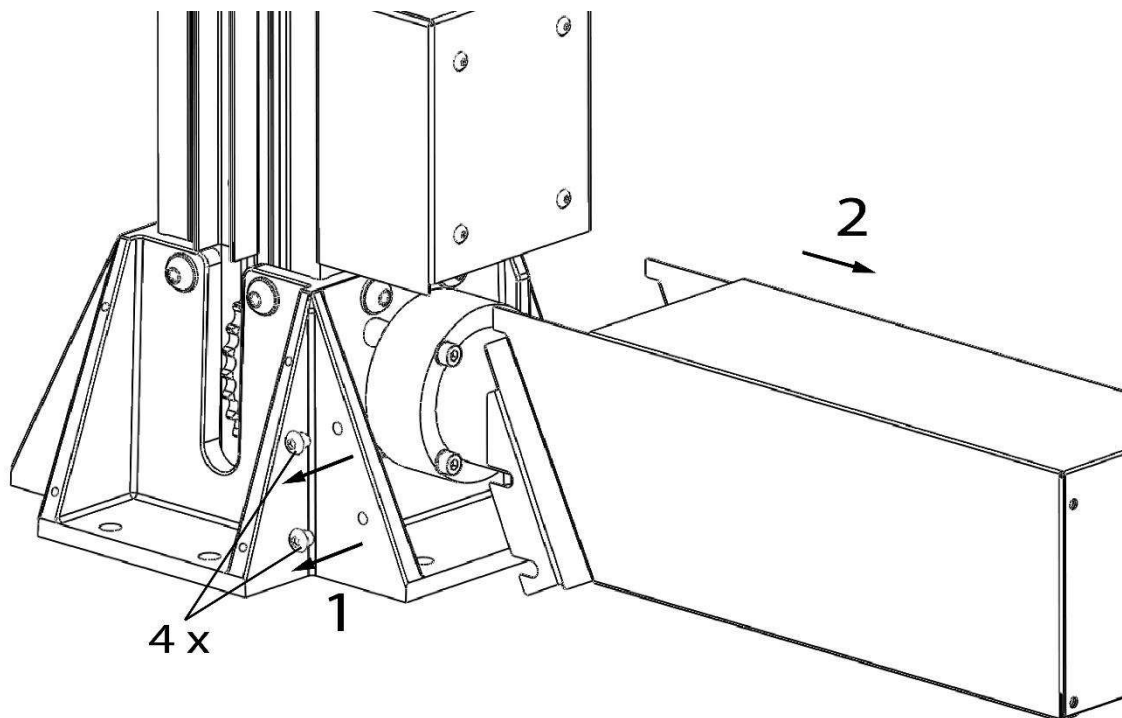

Figura 3: Retirada de la cubierta del motor
- Desatornille los cuatro tornillos M6 que sujetan la cubierta del motor y deslice la cubierta del motor para retirarla (**figura 3**).